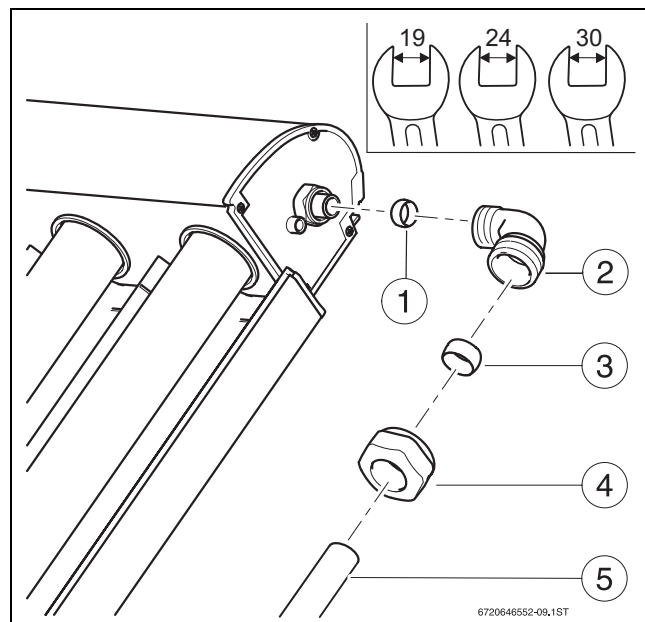

Bild 34 Verschraubung Anschlussrohr und Kollektor
- ▶ Rohrleitung [5] an die Winkelverschraubung anschließen (Schlüssel SW30 verwenden, → Bild 34). Mit Schlüssel SW19 an Winkelverschraubung gegenhalten.